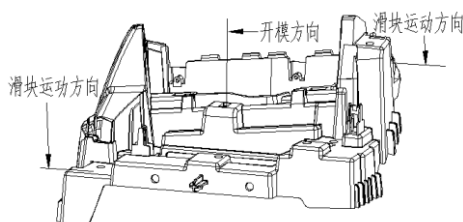

图 1-1 客户指定
1) 客户指定，专业制造汽车模具的厂商会提供详细的开模方向,如图 1-1 所示。